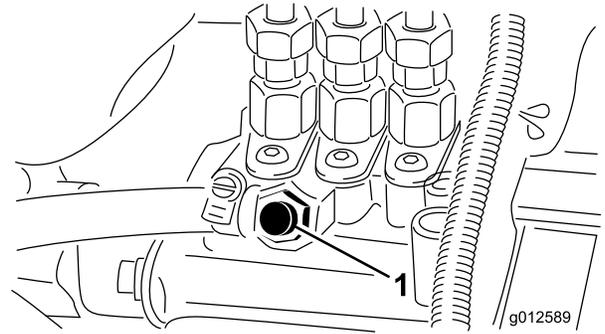

Figura 31
- Abra el tornillo de purga de aire de la bomba de inyección de combustible (Figura 31).